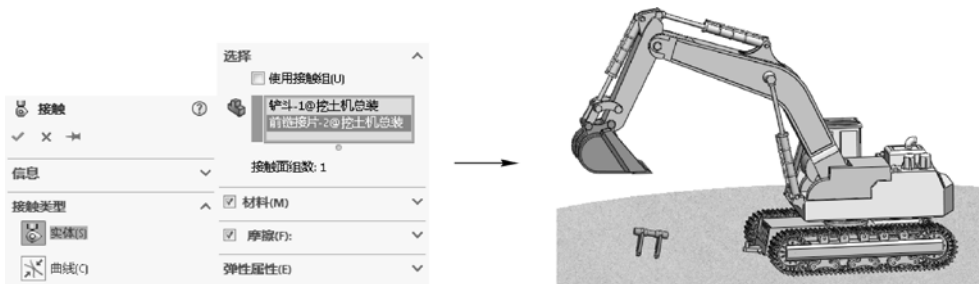

图 6-15 设置被挖掘件与挖斗间的“接触”模拟元素
STEP 4 同步步骤 3 中的操作，单击“接触”按钮，设置地面上的小部件和挖斗间的接触关系，如图 6-15 所示，完成整个动画模型的设置操作。单击“计算”按钮，再单击“播放”按钮即可观看动画效果。